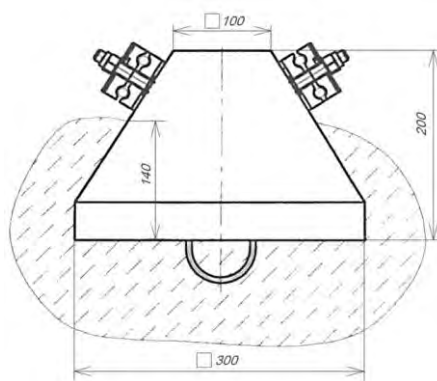

Рис.8. Держатель промежуточный ДП
- балласт вернуть в исходное положение (см. рис.8);